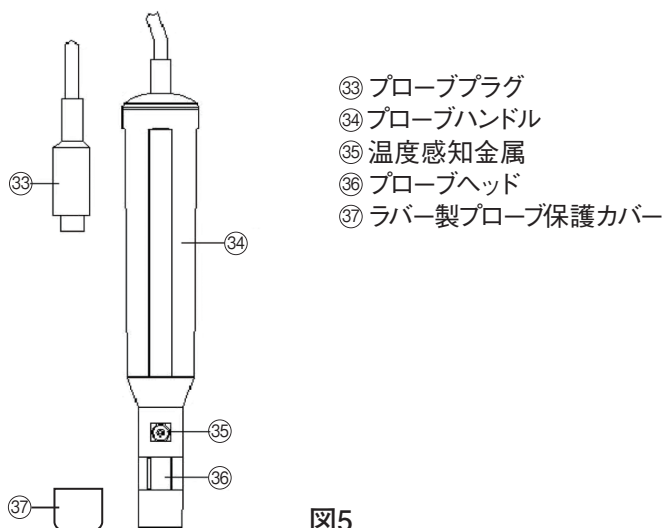

図5
- (1) プローブヘッド(③⑥、図5)を回して取り外します。
- (2) プローブヘッドの容器から使用済みの電解液を排出してください。
- (3) プローブヘッドの容器に新しい電解液(OXEL-03)を充填します。
- (4) プローブヘッドを回してプローブ本体に取り付けます。
- (5) プローブを使用しない場合は、プローブヘッドにプローブ保護カバー(③⑦、図5)を取りつけて保管してください。
校正の前に、プローブヘッド(③⑥、図5)からラバー製のプローブ保護カバー(③⑦、図5)を外します。
- (1) プローブプラグ(③③、図5)を溶存酸素センサーソケット(⑭、図1)に差し込んでください。
測定の前に、プローブヘッド(③⑥、図5)からラバー製のプローブ保護カバー(③⑦、図5)を外します。
- (1) 溶存酸素センサー(OXPB-11、オプション)を用意して、プローブプラグ(③③、図5)を溶存酸素センサーソケット(①④、図1)に差し込んでください。